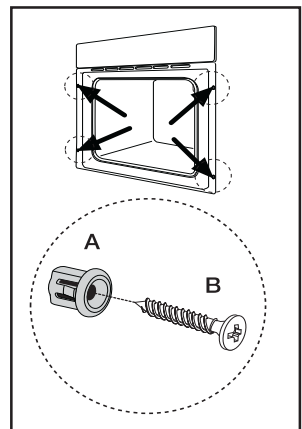

Abb. 26
- Befestigen Sie den Ofen mithilfe der vier Abstandhalter im Möbel (Abb. 26 - A). Diese passen genau in die Löcher in dem Rahmen. Ziehen Sie anschließend die vier mitgelieferten Holzschrauben (Abb. 26 - B) fest.